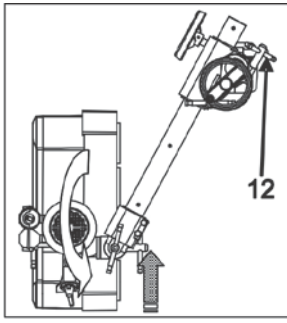

Fig. 10
Para que seu avanço não apresente folga alguma em seu funcionamento ou em seu suporte. Tenha uma velocidade de avanço correta, para ajustar esta folga posicione o alimentador com o seu braço na direção contrária ao sentido de rotação da máquina na qual este será utilizado, apertando então o manípulo (12). (ver fig. 10).
- C)-1: Solte o MANÍPULO (8), Regule a JUNTA DO ÂNGULO (15). (FIG. 10)
- C)-2: Solte O MANÍPULO (9), Regule o SUPORTE DO BRAÇO (14) (FIG. 10).